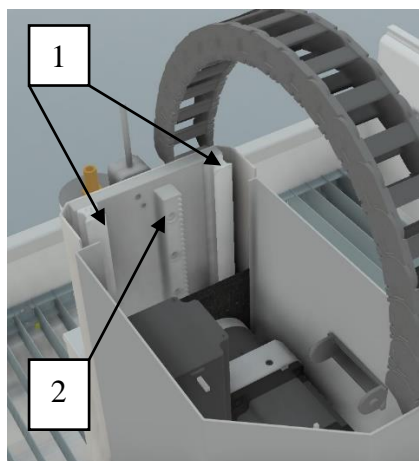

Abb.58: Z-Achse
5. Linearführungen (Abb. 58 /1) und Zahnstange (Abb. 58 /2) der Z-Achse mit einem fusselfreien und mit Leichtlauf fett benetzten Lappen einfetten.